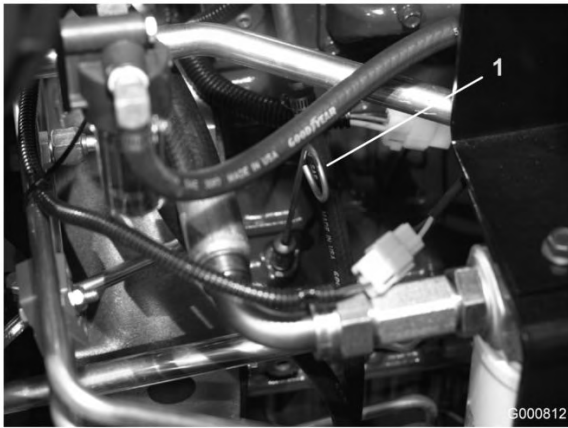

図 30
2. ディップスティック (図 30) を抜き、ウェスで拭き、もう一度差し込む。再び引き